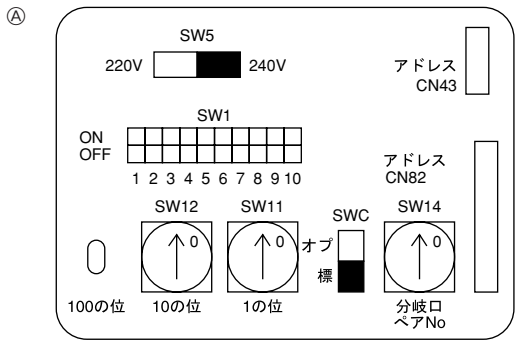

Fig. 7-4
7.3. 设定存储位置 (Fig. 7-4)
- ④ 存储位置板